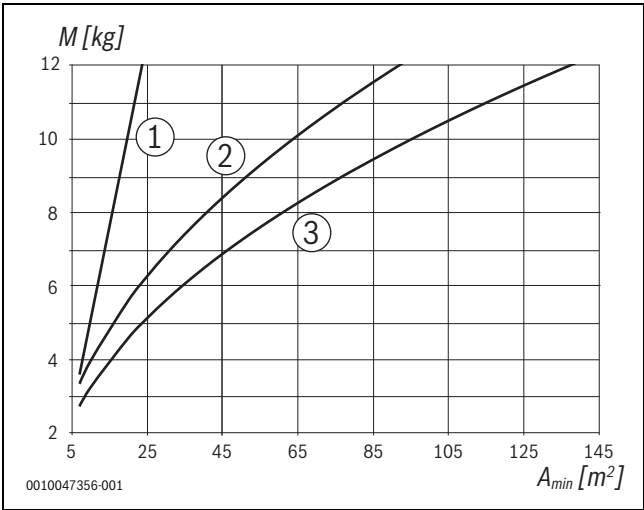

Fig. 86
- La superficie mínima de la habitación debe cumplir los valores correspondientes de la fig. 86.